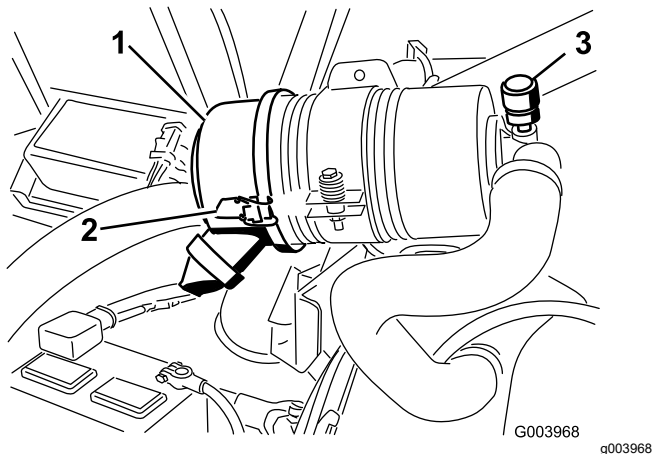

Figura 74
Revise el filtro del limpiador de aire únicamente cuando el indicador de mantenimiento (Figura 74) lo requiera. El cambiar el filtro antes de que sea necesario sólo aumenta la posibilidad de que entre suciedad en el motor al retirar el filtro.
1. Abra los enganches que fijan la tapa del limpiador de aire a la carcasa del limpiador de aire (Figura 74).